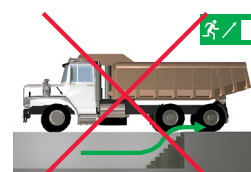

Bild 4 Ausstiege freihalten
- 6 Wird darauf geachtet, dass die erforderlichen Notausstiege frei bleiben und nicht durch abgestellte Fahrzeuge versperrt werden? (Bild 4)